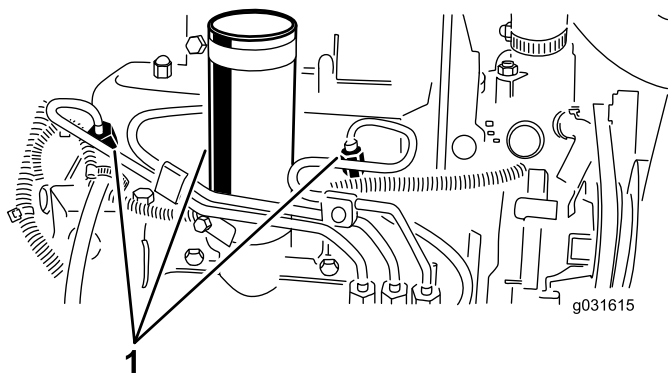

Figura 54
1. Slăbiți conexiunea conductei la duza nr. 1 și ansamblul de susținere (Figura 54).